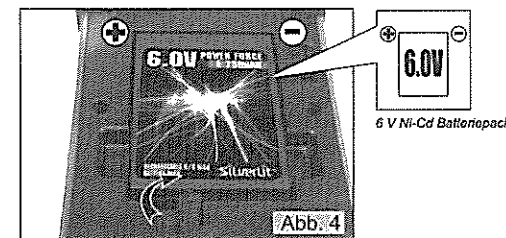

Abb. 4
2. Lege den vollständig aufgeladenen Batteriepack in das Batteriefach ein (Abb. 4).